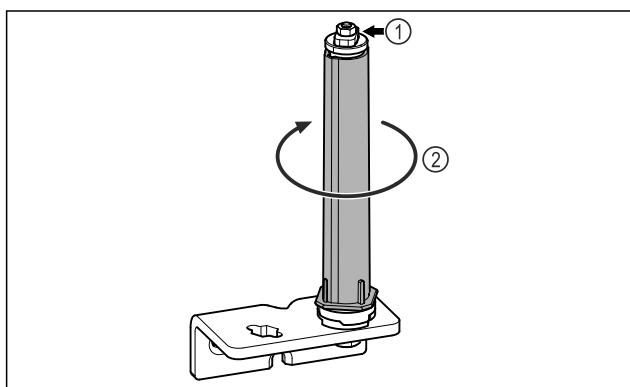

Fig. 23
- Не розбирати систему закриття дверей Fig. 23 (1).
- Повернти систему закриття Fig. 23 (2) до клацання.